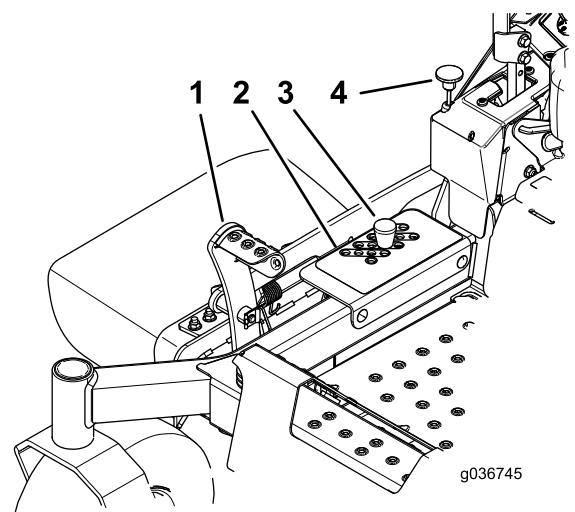

Bild 29
2. Treten Sie mit dem Fuß auf das Mähwerkhubpedal und heben Sie das Mähwerk in die TRANSPORT-Stellung an (d. h. die Schnitthöhe von 127 mm), wie in Bild 29 abgebildet.
3. Entfernen Sie den Stift aus der Schnitthöhenhalterung (Bild 29).
4. Wählen Sie ein Loch in der Schnitthöhenhalterung, das der gewünschten Schnitthöhe entspricht, und stecken Sie den Stift ein (Bild 29).